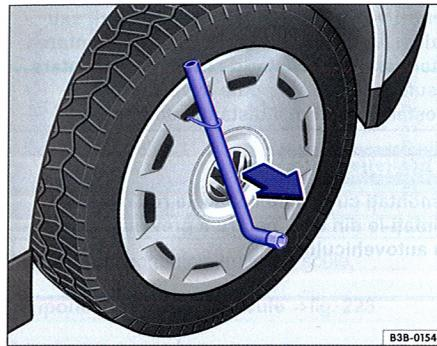

Fig. 226 Scoaterea capacului integral de roți.
- Împingeți cheia de roți prin etrierul de sârmă ⇒ fig. 226 și scoateți capacul integral de roți în sensul săgeții.